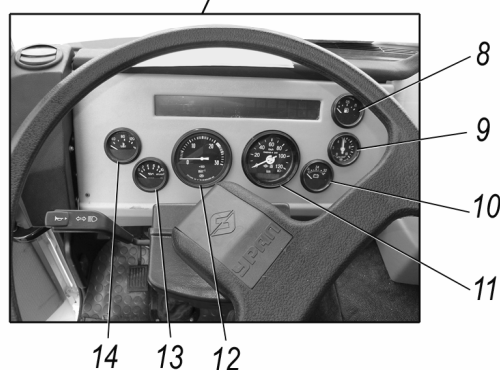
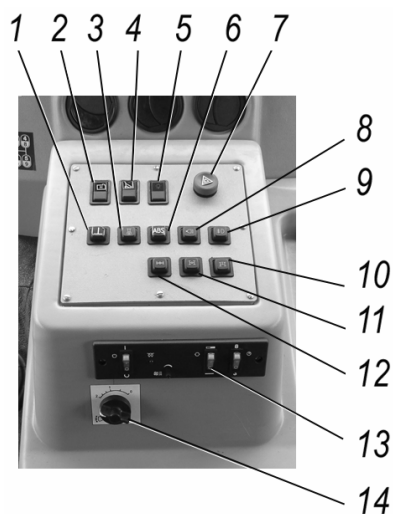
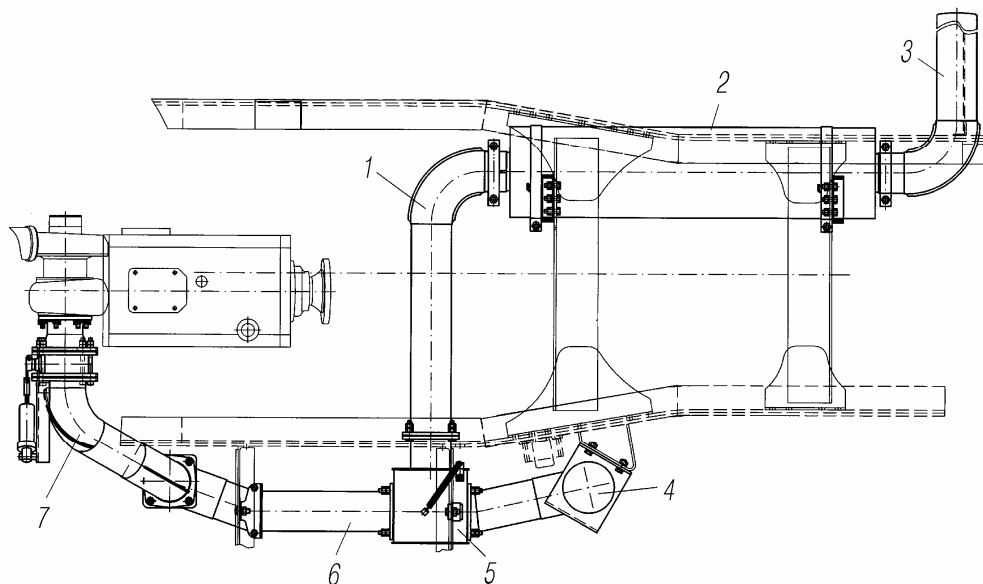
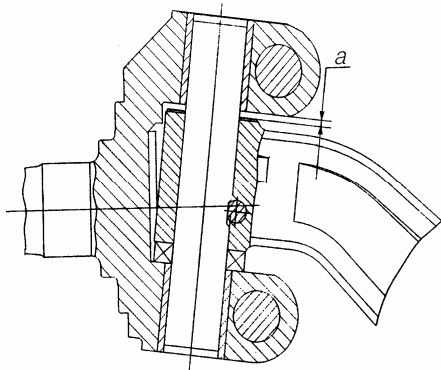

Рис. 5. Панель приборов:
Рис. 6. Блок управления:
Рис. 8. Схема системы выпуска газов:
Рис. 9. Шкворневой узел передней оси:
Стр. 15 РЭ, заменяется рис. 8. «Панель приборов» на новый рис. 5. После рис. 9 РЭ «Блоки контрольных ламп» добавляется новый рис. 6 «Блок управления».
Стр. 21 РЭ, раздел «Система выпуска газов» меняется на новый и добавляется рис. 8 «Схема системы выпуска газов».
Система выпуска газов (рис. 8) состоит из переходника, вспомогательного тормоза, передней и средней приемных труб, между которыми располагается гибкий металлорукав, обеспечивающий компенсацию тепловых и механических изменений в системе выпуска. За средней приемной трубой размещена газораспределительная коробка (ГРК), из которой выпускные газы направляются по задней приемной трубе к глушителю или по подводящей трубе к самосвальному кузову. Направление газов регулируется заслонкой. Положение треугольной метки на рычаге вала заслонки указывает направление газов.
2. Зазор «а» между балкой оси и поворотным кулаком регулировать посредством регулировочных шайб (рис. 9).